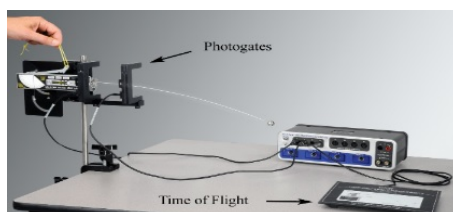

Figura 11.1: Midiendo tiempo de vuelo para un lanzamiento horizontal
En esta sección, el proyectil se lanza horizontalmente desde una altura sobre la mesa, como se muestra en la figura 11.1 en la primera página.
8. Medir la distancia de la pelota: Desde la parte inferior de la pelota hasta la parte superior del temporizador de vuelo (ver la figura 11.1).
10. Conectar las fotocpuertas al soporte de fotocpuerta y deslizar el soporte en la ranura en T en la parte inferior del lanzador, como se muestra en la figura 11.1. Colocar las fotocpuertas lo más cerca posible del lanzador. Conectar la primer fotocpuerta en la entrada digital 1 y la segunda fotocpuerta en la entrada digital 2, como se muestra en la figura 11.1.